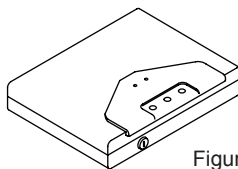

Figura 1
**NOTA DE CIERRE DEL CASO:** El caso tiene que estar en una posición vertical, como se muestra en la figura 1, para un rendimiento óptimo. No almacenar en el caso de la posición vertical correcta comprometerá la seguridad del caso.